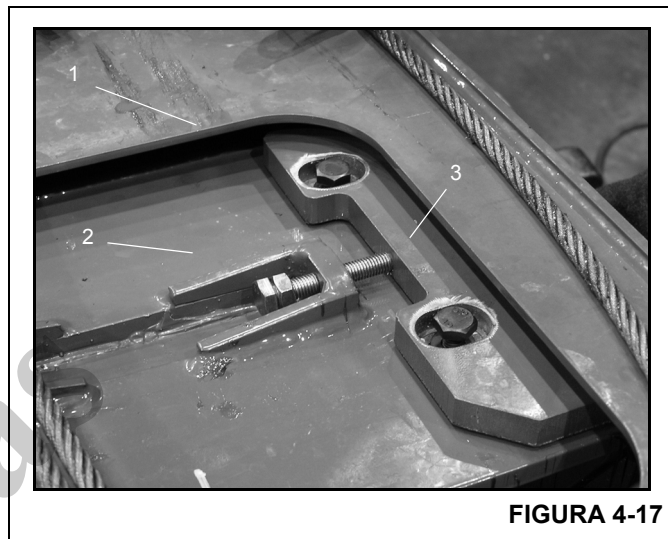

FIGURA 4-17
1. Deslize o conjunto para fora da seção intermediária interna (Figura 4-17, 1) o suficiente para obter acesso às placas de desgaste ajustáveis superiores traseiras na seção intermediária externa (Figura 4-17, 2) através do furo na parte superior da seção intermediária interna.
superiores traseiras e remova as placas de desgaste, as placas de retenção (Figura 4-17, 3) e os parafusos da parte superior da seção intermediária externa.